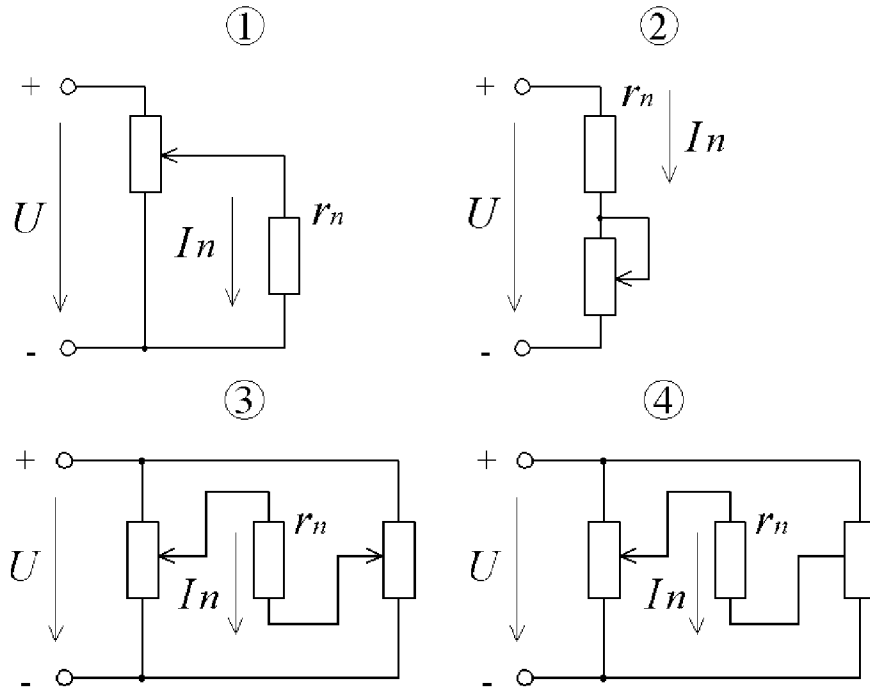

Рис. 5.5
5.1.42. Какая из схем, приведенных на рис. 5.5, позволяет регулировать ток потребителя от  $I_{\text{п}} = 0$  до  $I_{\text{п}} = \pm U / r$ ?